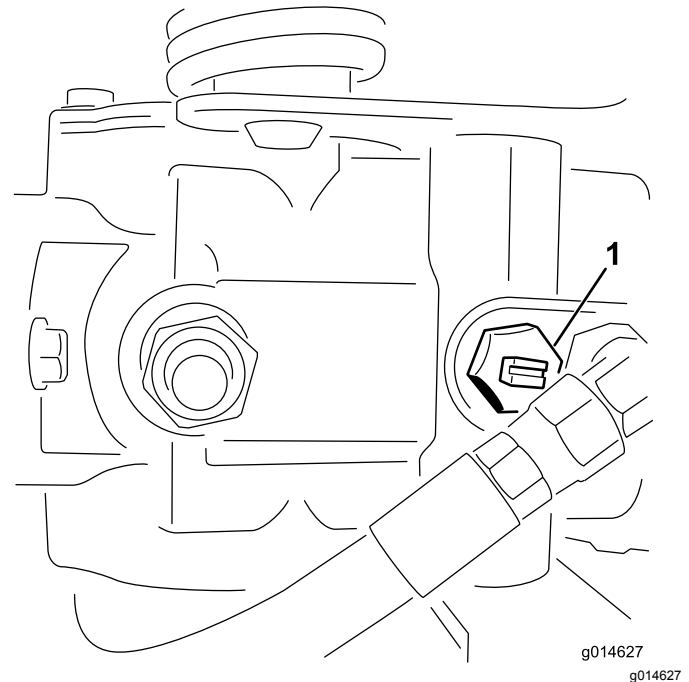

Bild 43
1. Ermitteln Sie das Sicherheitsventil an der Pumpe und drehen es so, dass der Schlitz vertikal ist (Bild 43).
2. Schließen Sie vor dem Starten des Motors das Sicherheitsventil. Drehen Sie den Schlitz des Ventils in die horizontale Stellung (Bild 43). Starten Sie den Motor nie, wenn das Ventil noch offen steht.